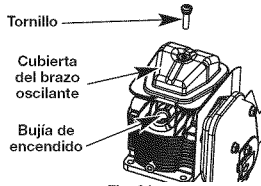

Fig. 21
5. Limpie la suciedad de alrededor de la cubierta del brazo oscilante. Saque el tornillo que sostiene la cubierta del brazo oscilante con un destornillador grande de vástago plano o con una broca Torx T-25 (Fig. 21). Saque la cubierta y la junta del brazo oscilante.
- El pistón está en la posición de máximo recorrido. Esto deberá hacerse mirando por el orificio de la bujía. (Fig. 21)